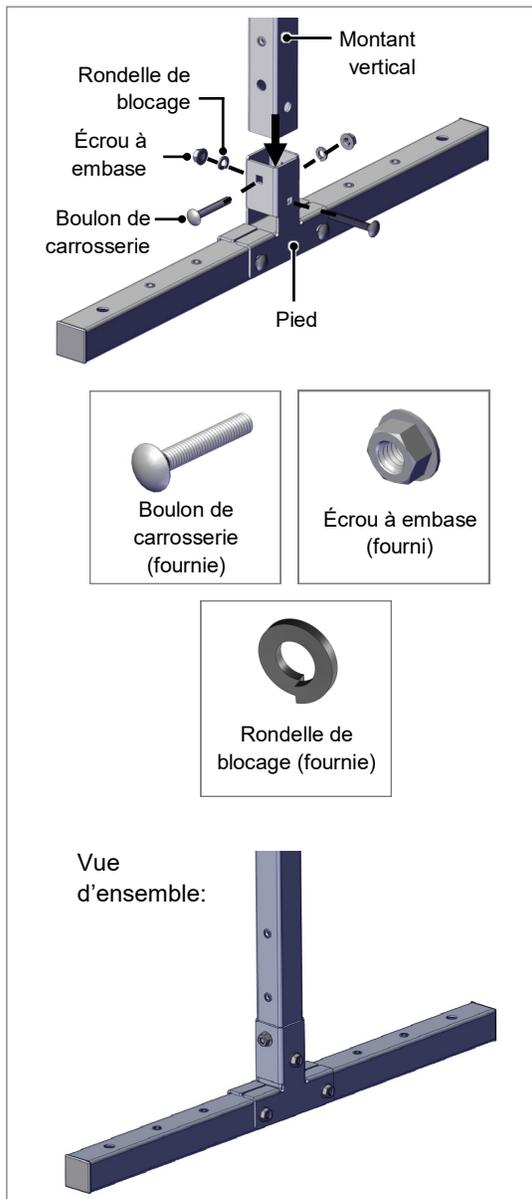

Fig. 5. Insérez le montant vertical dans le pied
3. Insérez le montant vertical dans le pied et immobilisez l'ensemble avec deux (2) boulons de carrosserie, deux (2) écrous à embase et deux (2) rondelles de blocage (figure 5). Répétez cette opération du côté opposé.